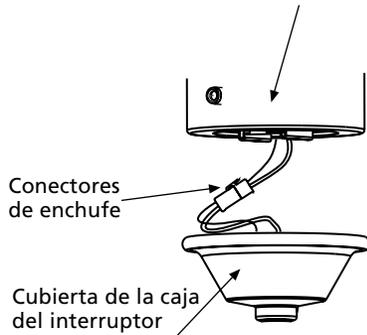

Figura 9b - Forma de conectar los conectores de enchufe
2. Conecte el conector del enchufe superior de la parte inferior de la caja del interruptor con el conector del enchufe inferior del conjunto de luces. Vea la Figura 9b.
de la cubierta de la caja del interruptor, al lado del brazo de suspensión. Vea la Figura 9b.